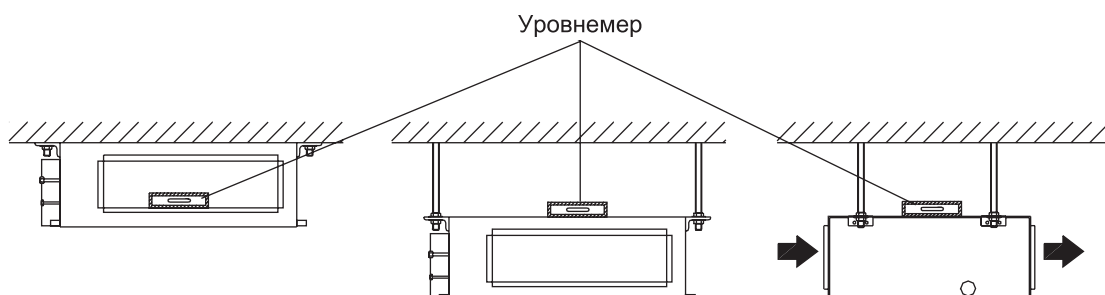

Рис. 10.28 — Выравнивание блока в горизонтальной плоскости
• После установки блока, используя уровень, отрегулируйте положение блока в горизонтальной плоскости с помощью крепежных гаек (см. рисунок 10.28).